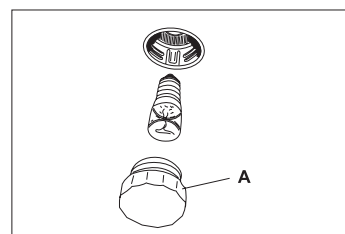

Fig. 3
2. Dès que le four a refroidi, dévissez le couvercle de l'ampoule dans le sens inverse des aiguilles d'une montre **A** (fig. 3).